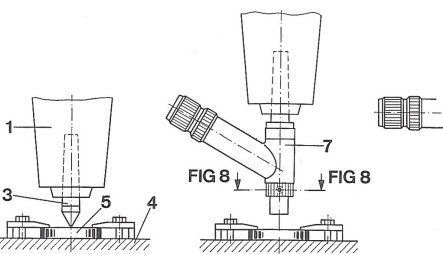

FIG 8
6. Strichplattenzentrum 9 und Körnermarke 6 mittels der Schrauben 10 in Koizidenz bringen. (Siehe Fig. 8). Schrauben mässig anziehen, da sonst Marken in die Fassung gedrückt werden, welche ein Wiederholen des Zentrierens erschweren.